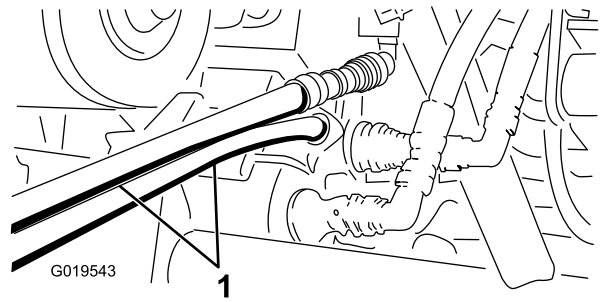

图71
5. 在另一台机器上，将 2 个软管连接至仍在联轴器支架上的联轴器（将顶部软管连接到顶部联轴器，将底部软管连接至底部联轴器）（图71）。